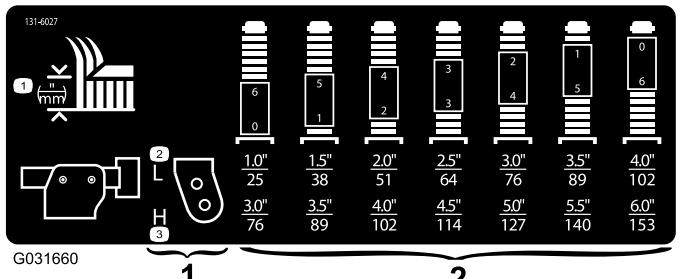

Figura 16
- Coloque os eixos da roda giratória nos mesmos orifícios em todas as forquilhas da roda giratória; consulte a tabela (Figura 16 para determinar os orifícios corretos para a definição).
- Espaçadores (6)
- Nota:** Consulte o quadro para determinar quais as combinações de espaçadores adequadas para cada posição (Figura 16).